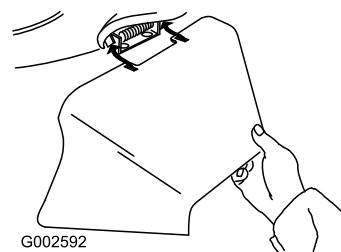

図 35
3. 側方排出用シュートを取り付けてシュートの上からドアを閉じる 図 35。